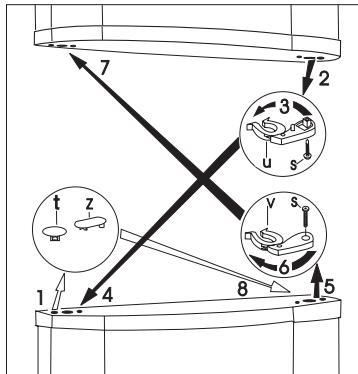

Figur 1
- Tag øverste venstre dørbeslag (f) og dækplade (c) ud af plastikposen, og monter dem med skruerne (c) (Figur 1).